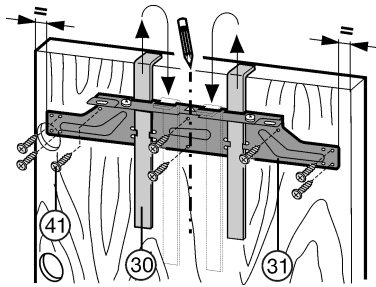

Fig. 19
- ▶ Dévisser la traverse de fixation Fig. 19 (31) sur les contre-écrous Fig. 19 (32).
- ▶ Accrocher la traverse de fixation Fig. 19 (31) sur l'intérieur de la porte du meuble à l'aide des gabarits de montage Fig. 19 (30).
- ▶ Aligner la traverse de fixation Fig. 19 (31) au centre : dessiner une ligne médiane courte sur la porte du meuble et placer dessus la pointe de flèche de la traverse.
- ▶ Visser la traverse de fixation Fig. 19 (31) en utilisant au moins 6 vis Fig. 19 (41).
- ▶ Visser la traverse de fixation Fig. 19 (31) en fixant 4 vis Fig. 19 (41) au bord.
- ▶ Tirer les gabarits de montage Fig. 19 (30) vers le haut, les tourner de 180° et les enfoncer dans les logements adjacents.